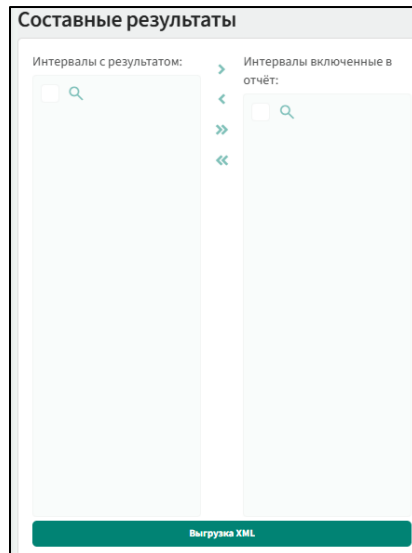

Рис. 11
3. С помощью кнопки Выгрузка XML выгрузите составные результаты в файл (рис.11).